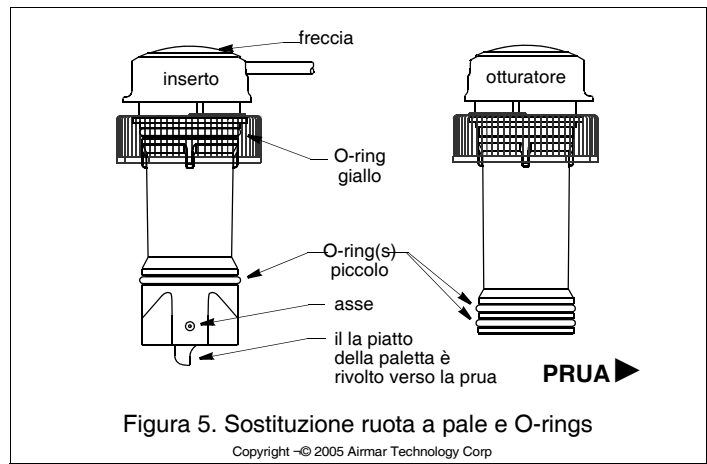

Figura 5. Sostituzione ruota a pale e O-rings
Alloggiamento in acciaio inox in uno scafo in metallo—Per evitare la corrosione elettrolitica, l'alloggiamento in acciaio inox deve essere isolato dallo scafo in metallo. Fate scorrere la boccola isolante sull'alloggiamento (Figura 5). Applicate *altro* sigillante marino alle superfici della boccola isolante che saranno a contatto con lo scafo, in modo da riempire ogni cavità nella boccola e intorno ad essa.
1. Per realizzare un fissaggio a tenuta stagna, gli O-ring devono essere intatti e perfettamente lubrificati. Sull'otturatore, ispezionate gli O-ring (sostituendoli se necessario) e lubrificateli con un lubrificante al silicone o al petrolio (come la Vaseline®) (Figura 5).
1. Per rimuovere il vecchio asse della ruota a pale, afferrate l'estremità con piccoli tagliafilo diagonali e tirate (Figura 5).